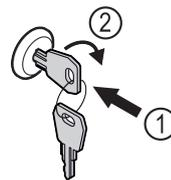

Fig. 169
- ▶ Schlüssel hineindrücken. Fig. 169 (1)
- ▶ Schlüssel um 90° im Uhrzeigersinn drehen. Fig. 169 (2)